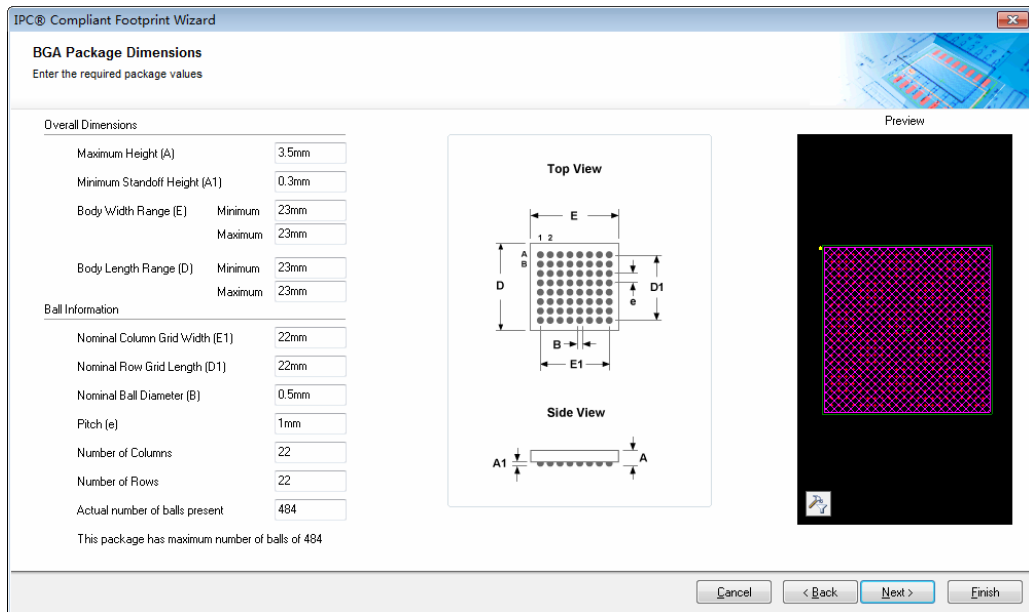

图 18-42 IPC 封装向导之 BGA 尺寸选择界面
(3) 单击 Next 按钮，进入 BGA 封装尺寸设置对话框，按照图 18-42 所示输入尺寸信息。
(4) 单击 Next 按钮，进入 BGA 布局选项对话框，Matrix Type 选 Plain Grid 和 Full Matrix。
(5) 单击 Next 按钮，进入 BGA Pads Diameter (焊盘直径) 对话框，保持默认设置不变，
(6) 单击 Next 按钮，进入 BGA Silkscreen Dimensions 对话框，保持默认设置不变。
(7) 单击 Next 按钮，进入 BGA Courtyard、Assembly and Component Body Information 对话框，保持默认设置不变。